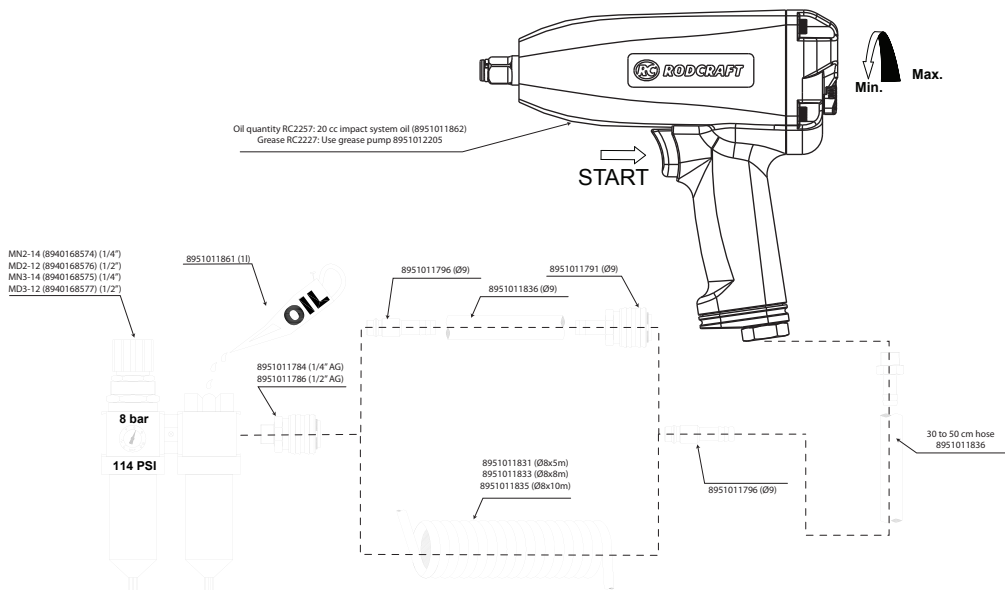

Fig. 03
- Gerät wie in Fig.03 symbolisiert anschließen.
- Um die Maschine zu starten, muß der Abzug (2) gedrückt werden. Der Anpressdruck bestimmt die Geschwindigkeit des Motors. Um die Maschine zu stoppen, den Abzug wieder freigeben.
- Um die Drehrichtung der Antriebspindel zu ändern, den Drehrichtungsschalter (3) nach links oder rechts seitwärts drehen. Anzieh- und Löserichtung sind über dem Drehrichtungsschalter angegeben. Hierbei handelt es sich um die Richtung des Weges, die die Mutter/Schraube beim Anziehen oder Lösen macht.
- Vor Benutzung immer die Stellung des Drehrichtungsschalters (3) beachten, um eine Unbeabsichtigte Drehbewegung zu vermeiden.
- Den Drehrichtungsschalter (3) nur benutzen, wenn die Antriebspindel nicht mehr rotiert. Nichtbeachtung kann die Maschine zerstören.
- Antiebspindel (1) und Schraubverbindung müssen stets gegeneinander fluchten, um eine einwandfreie Funktion zu gewährleisten. Niemals die Maschine an Schraubverbindungen einsetzen, wofür sie nicht ausgelegt ist, oder die sich nicht lösen lassen. Denn das kann die Maschine, Stecknuß oder Schraubverbindung zerstören.
- Der angegebene Wert in Fig.03 ist nur ein Richtwert und weicht je nach Anwendung, sowie klimatischen Bedingungen ab.
- Die oben beschriebene manuelle Wartung des Motors kann durch eine handelsübliche Wartungseinheit aus dem RODCRAFT Zubehör wirtschaftlich ergänzt oder ersetzt werden. Die Wartungseinheit sollte wie in Fig.03 installiert werden.